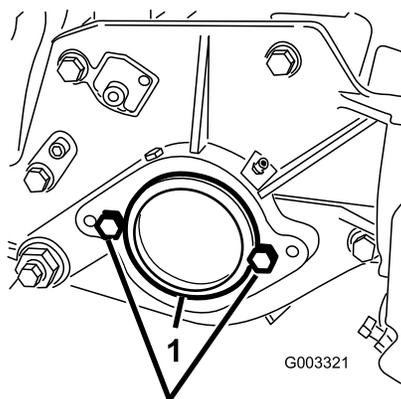

Figura 7
2. Sul lato destro dell'apparato di taglio, togliete il tappo in plastica dall'alloggiamento del cuscinetto (Figura 7).
3. Togliete le 2 viti a testa cilindrica dalla piastra laterale destra (Figura 7).
1. Tappo in plastica 2. Vite a testa cilindrica (2)
5. Montate, senza stringere eccessivamente, le 2 viti di montaggio del motore del cilindro sulla piastra laterale sinistra dell'apparato di taglio (Figura 7).